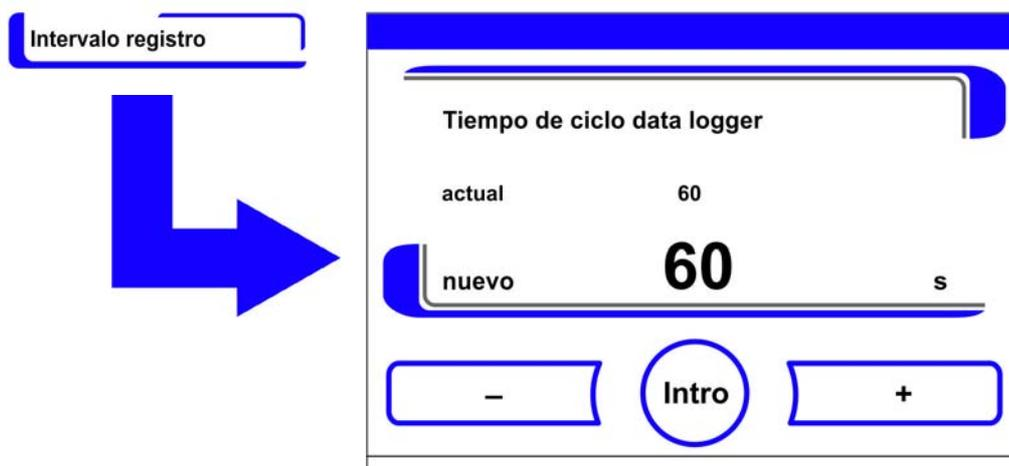

Figura 6-33. Ajustar ciclo de memorización
- Se muestra el cuadro de edición de Figura 6-33.